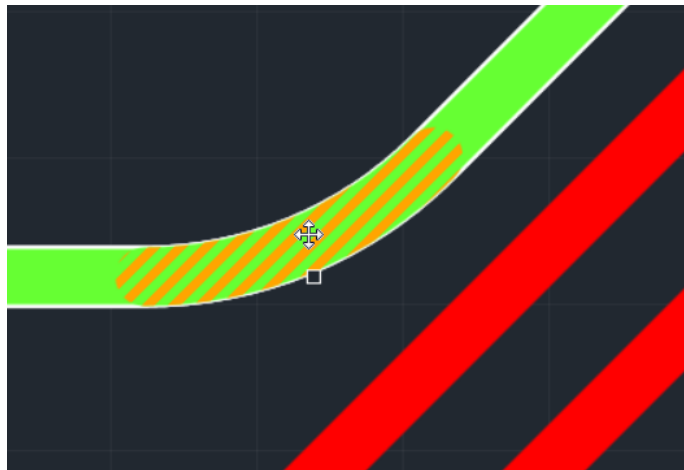

Рис. 262 Выбор области скругления
1. Выберите скругление на треке, Рис. 262.